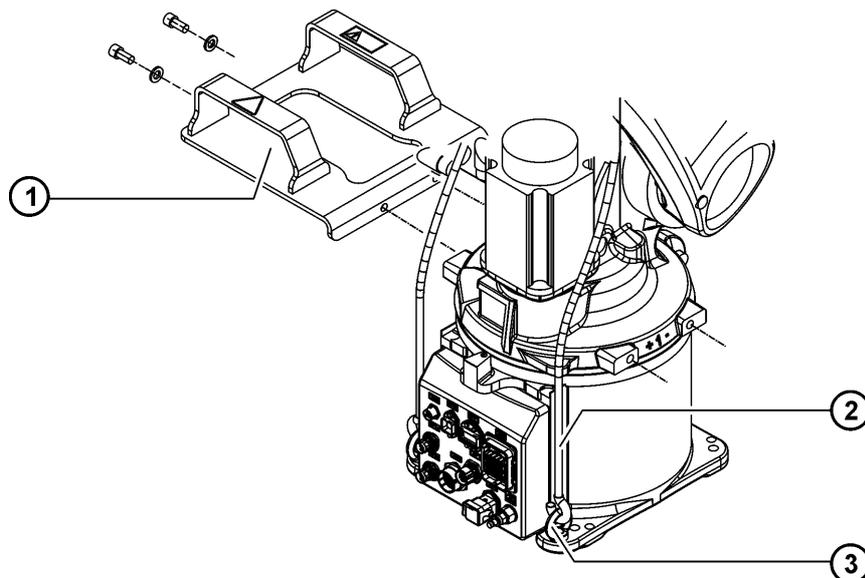

Fig. 11-1: Transport, démontage
3. Monter les poches pour chariot élévateur à fourches ou 3 vis à anneau sur le bâti de rotation (>>> Fig. 11-1).